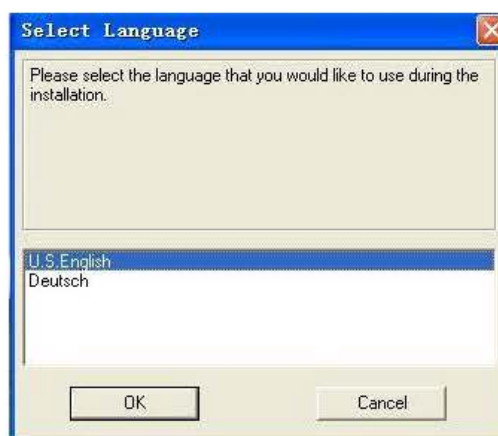

Fig. 2-38
- A. Dê um clique duplo no ícone  para exibir a interface mostrada na Fig. 2-38. Siga o assistente para completar a instalação.